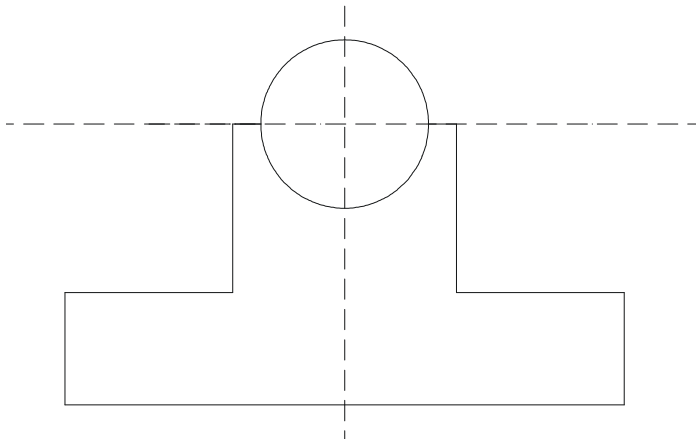

图 2-5-3
STEP 04 使用 LINE、MIRROR 命令绘制座体轮廓，如图 2-5-3 所示。其具体操作如下：